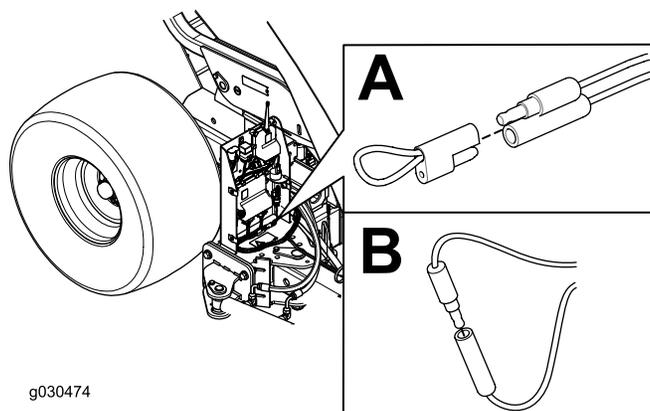

Figura 40
4. Retire a tampa dos dois conectores de diagnóstico do shunt (Figura 40, A).
5. Ligue os conectores de diagnóstico do shunt em conjunto (Figura 40, B).